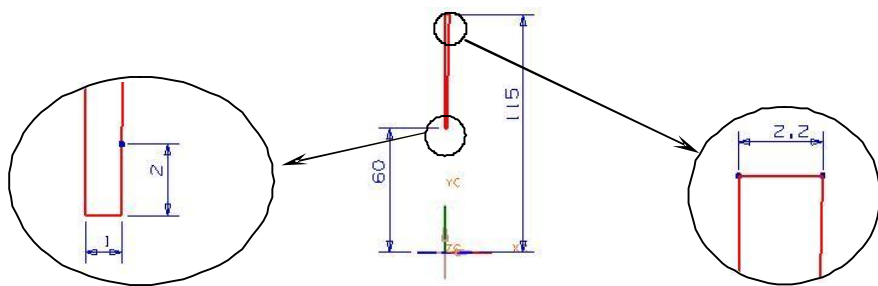

图7-74
17. 在【成形特征】工具条中单击【草图】按钮，弹出【基准平面】悬浮工具条。单击【ZC-XC】和【确定】按钮进入二维草图界面绘制草图轮廓，如图 7-74 所示。